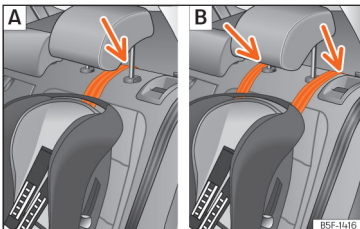

Abb. 40 Rücksitze: Einstellung und Einbau unter Verwendung des Top Tether-Gurts.
- Führen Sie den Gurt unter der Kopfstütze durch (in Abhängigkeit der Gebrauchsanweisungen des Kindersitzes ggf. Kopfstütze anheben oder entfernen) **>>>** (Abb. 40).